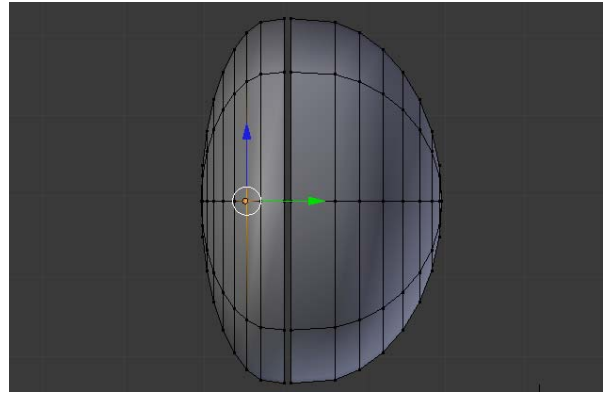

Figura 5.172
6. Rode a metade esquerda de 180° em xx e escale-a em yy, figura 5.172.